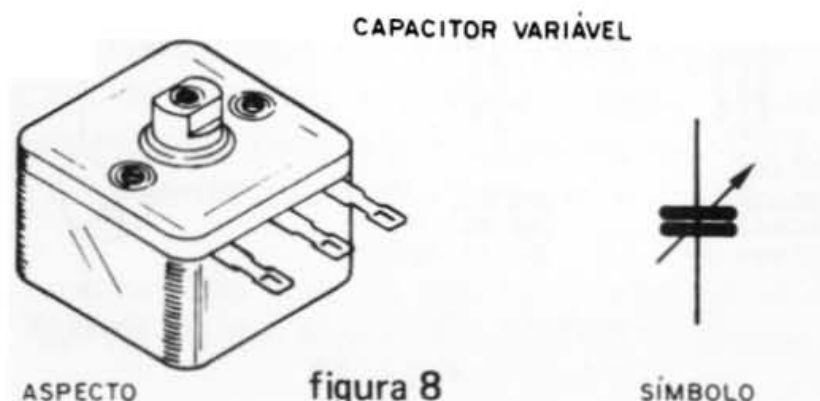

figura 8
d) Capacitores variáveis — estes componentes são responsáveis pela sintonia em receptores e transmissores, podendo ser encontrados em diversos tipos e tamanhos. Os mais usados nas nossas montagens são os "miniatura" para AM, encontrados em rádios portáteis, e que possuem 3 ou mais terminais. Normalmente, nos tipos de 3 terminais apenas dois são usados nas montagens simples, e nos outros devem também ser escolhidos os dois terminais que fornecem os resultados desejados. (figura 8)